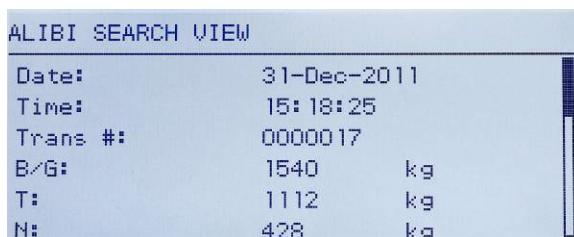

Figura C-2: Vista de los resultados de búsqueda de la memoria alibi
5. Aparece la pantalla Ver búsqueda de memoria alibi (Alibi Search View) con los resultados de la búsqueda ordenados cronológicamente. El registro más actual aparecerá primero. Cada registro adicional puede verse al presionar la tecla de navegación ABAJO. La Figura C-2 incluye una serie de pantallas para mostrar el contenido de otros registros disponibles en la vista.